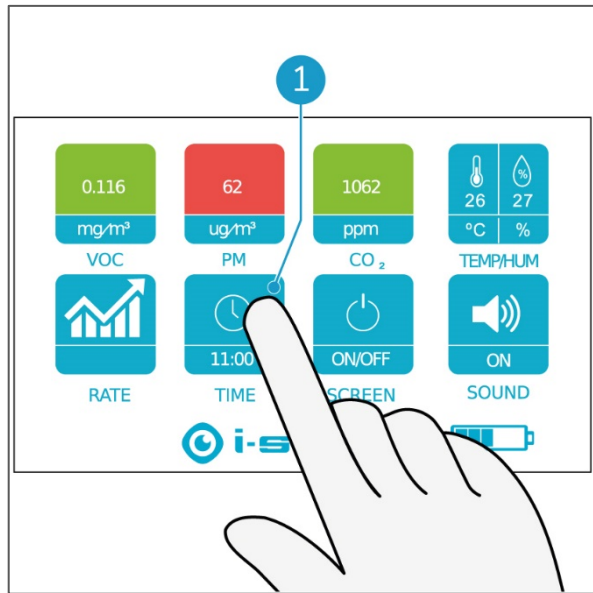

Figura 20
1. Toque no botão TIME (Figura 20, pos. 1) com o dedo.